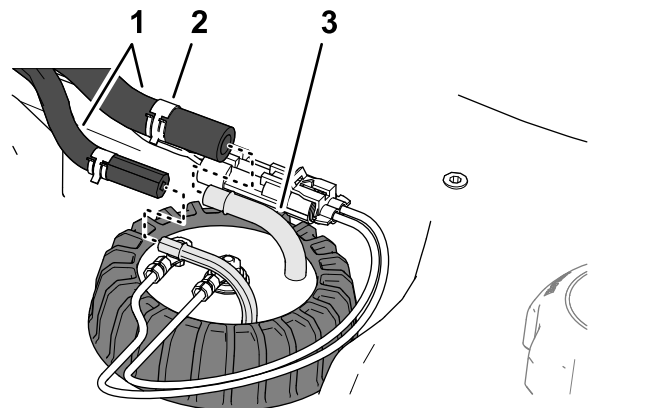

Bild 128
5. Montieren Sie die Schläuche auf die Anschlussstücke des Kraftstoff-Füllstandsensors und befestigen Sie die Schläuche mit den Schellen an den Anschlussstücken (Bild 128).